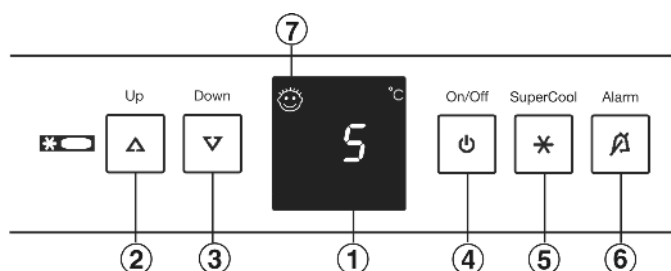

Fig. 2
- ▶ нажмите кнопку On/Off Fig. 2 (4).
- ▶ Активация режима настройки: удерживайте кнопку SuperCool Fig. 2 (5) прилб. 5 секунд.
- ▶ Кнопкой настройки Up Fig. 2 (2) и кнопкой настройки Down Fig. 2 (3) выберите н.
- ▶ Подтвердить: Коротко нажмите кнопку SuperCool Fig. 2 (5).
- ▶ Увеличение яркости индикации: нажмите кнопку настройки Up Fig. 2 (2).
- ▶ Уменьшение яркости индикации: нажмите кнопку настройки Down Fig. 2 (3).
- ▶ Подтвердить: нажмите кнопку SuperCool Fig. 2 (5).
- ▶ Выход из режима настройки: нажмите кнопку On/Off Fig. 2 (4).